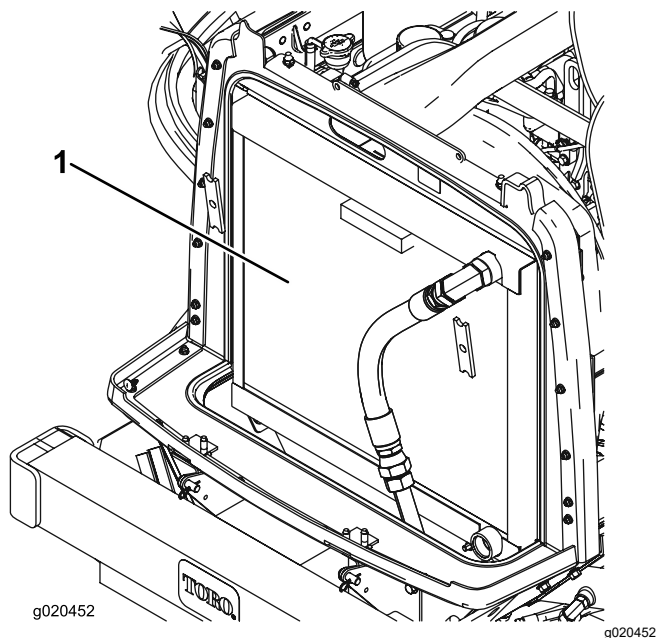

Figura 110
3. Limpe ambos os lados do radiador/dispositivo de arrefecimento de óleo com ar comprimido (Figura 110).